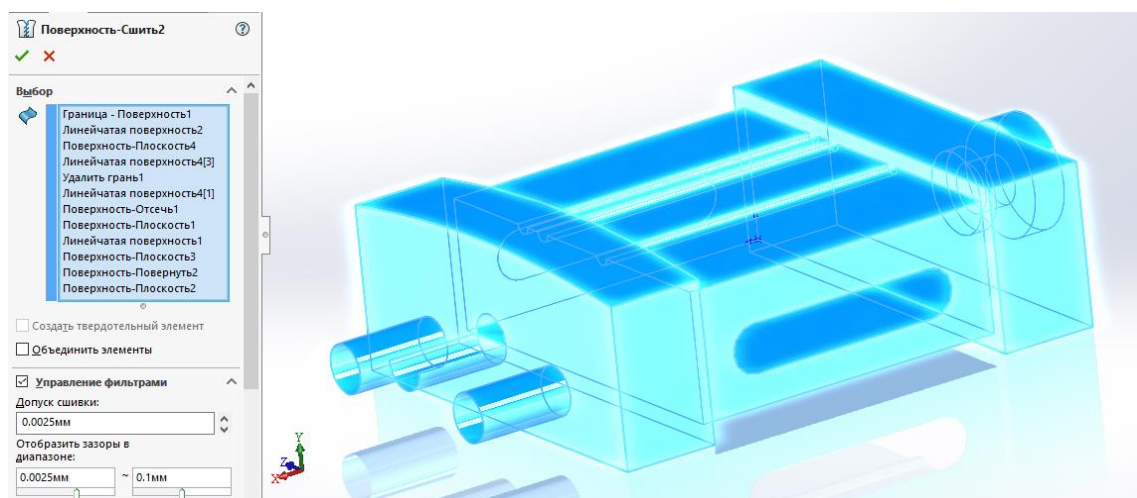

Рис. 27. Сшивка поверхностей
28. Сошьем все созданные ранее поверхности в один объект. Для этого используем инструмент **Сшить поверхность** . Выделяем все возможные поверхности и нажимаем галочку в верхней части панели  (рис. 27).